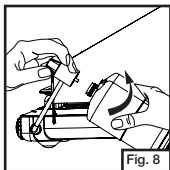

Fig. 8
- Quite la tapa de plástico de la parte de arriba de la botella de propano y enrosque la botella de propano en el regulador apretándola a mano. (Fig. 8)